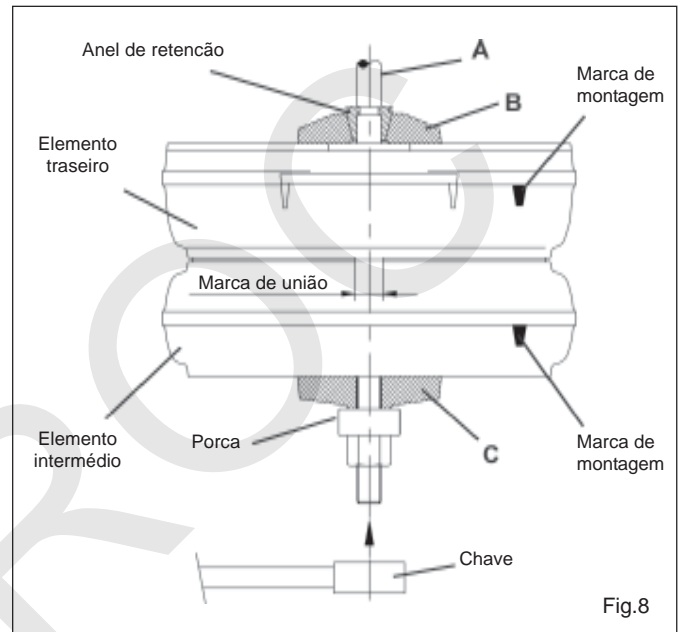

Fig.8
- 7.- Realizar o aperto até ao momento em que os elementos estejam em contacto e comprovar, olhando para o interior da câmara de combustão e verificando as condutas de fumos superiores (fig.8).